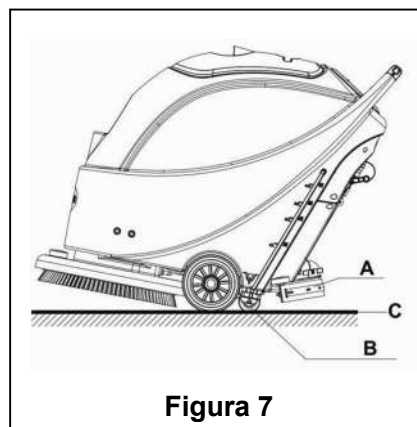

Figura 7
8. Eliberați butonul de siguranță (1) și rotiți peria /suportul de material și supapa cu solenoid.
9. Apăsați butonul pompei de aspirare (39) la poziția "O" iar pompa de vid își va opri funcționarea după 5 secunde de întârziere.
10. Apăsați butonul de control al debitului apei (40) la poziția "O" pentru a opri complet funcționarea supapei cu solenoid.
11. Apăsați butonul de alimentare cu energie (38) la poziția "O" și deconectați cablul de curent (9) de la sursa de alimentare.
12. Utilizați mânerul bară (14) pentru a ridica mopul.
13. Prindeți bine mânerul-bară (2) și dați ușor mașina către spate până ce roata de ghidaj (B) atinge podeaua. Vedeți **Figura 7**.